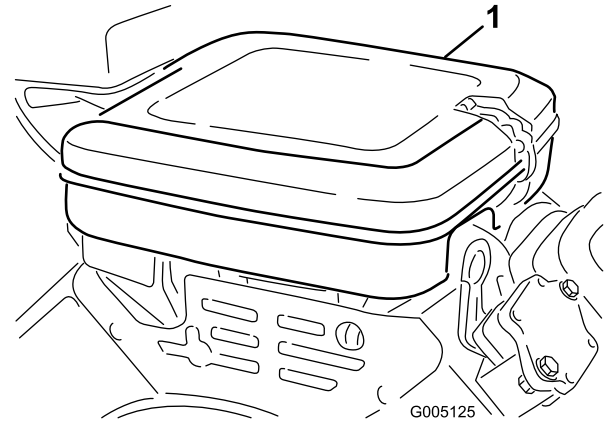

図 40
1. カバーを丁寧に清掃する 図 40。
3. エレメントをエアクリーナに固定している蝶ナットを外す 図 40。